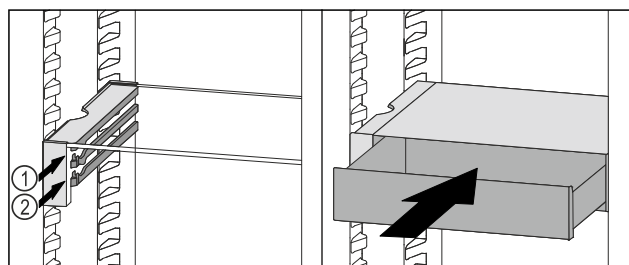

Fig. 114
- ▶ Sæt VarioSafe-skuffen ind bag stoppene på den ønskede ribbe Fig. 114 (1) eller Fig. 114 (2).